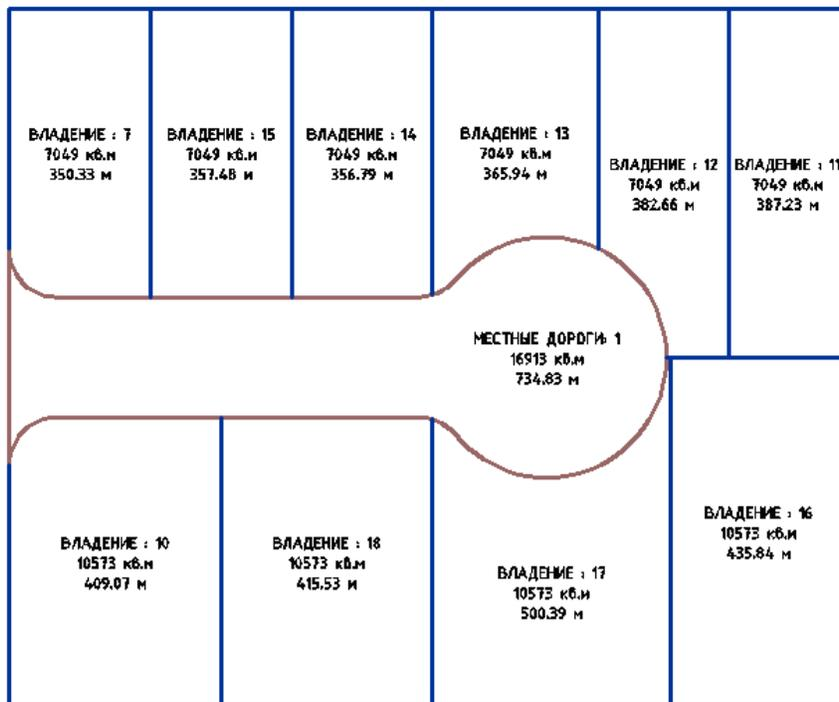

Рис. 1.12. Объекты Участки
*Участки (рис. 1.12).* В AutoCAD Civil 3D используется топология площадок, включающая настраиваемые объекты-участки. Каждый участок является независимым объектом и обычно представляет собой недвижимый земельный участок. Участки можно импортировать как обычные полилинии, а затем преобразовывать их в объекты-участки. Можно создавать участки по одному или группой с учетом параметров минимальной площади и минимальной длины внешней границы, а также минимальной/максимальной ширины и глубины каждого участка. Инструменты создания компоновки участка предоставляют возможность четкого контроля площади участка и угла каждой линии земельного участка. Стили участков определяют их внешний вид, включая образцы насыпи для площади и типы линий для сегментов.